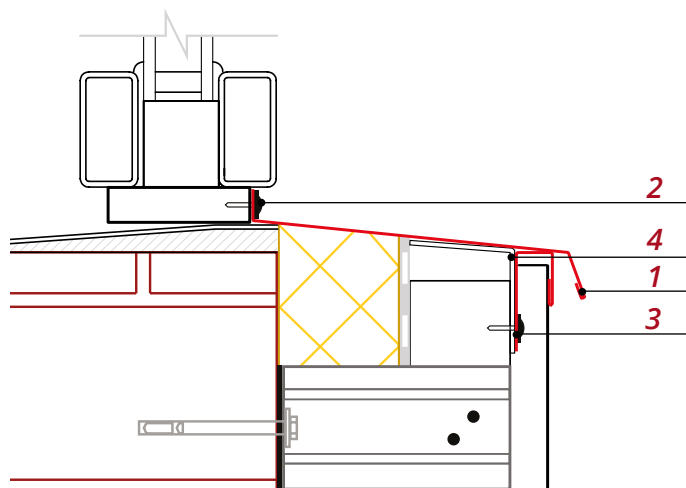

Рис. 14
- Установите П-образную планку **3** по всей ширине оконного проема, как показано на *рис. 14*.